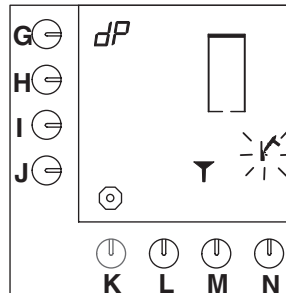

Fig. 23 Varmvattensystemet ber om
- En signal hörs, hammarsymbolen blinkar och en tratt visas på displayen (fig. 23).